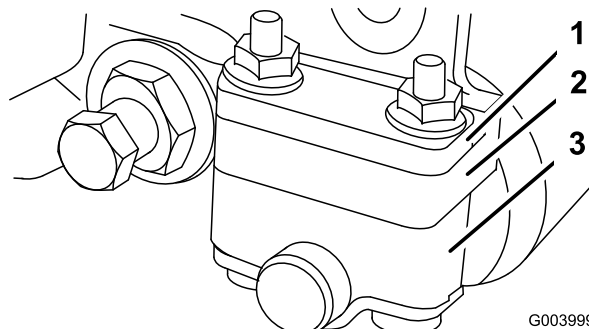
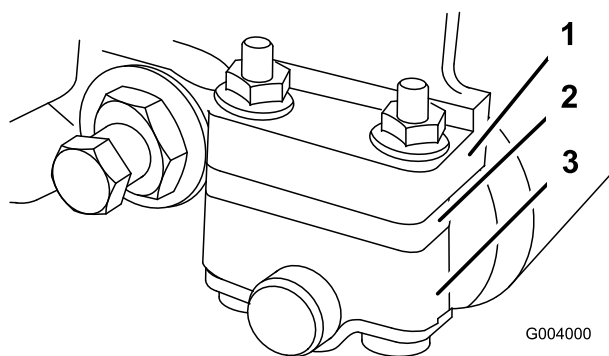

Figura 12
Figura 13
1. Ajuste os suportes do rolo traseiro para a posição baixa ou elevada, dependendo dos limites de altura de corte desejados (Figura 12 ou Figura 13).
Posicione o distanciador acima do flange de montagem da placa lateral (definição de origem) se as definições da altura de corte variarem entre 1,6 e 6,4 mm (Figura 12).
Posicione o distanciador abaixo do flange de montagem da placa lateral se as definições da altura de corte variarem entre 3,2 e 25 mm (Figura 13).